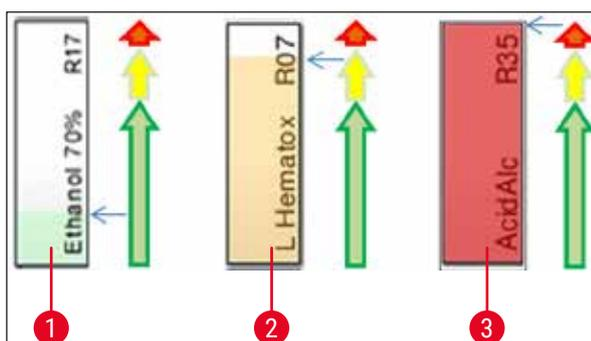

Fig. 70
- Uma cor de fundo (→ "Fig. 70")
- A cor de fundo mostra o status de consumo do reagente (→ "Fig. 70"). À medida que o reagente é consumido, a barra de cor sobe do fundo até o topo e muda de cor com base no status do consumo.